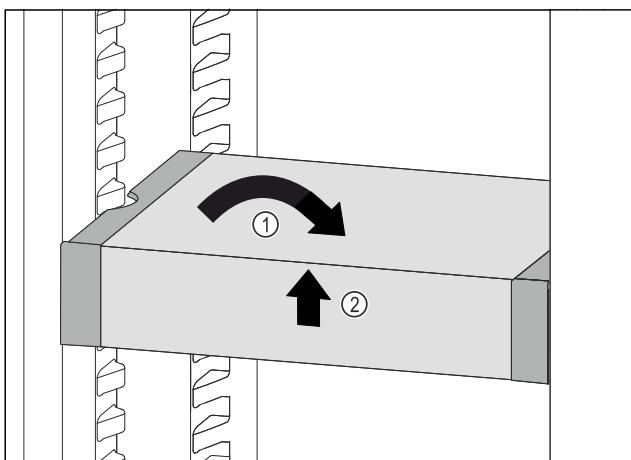

Fig. 85
- Установите VarioSafe прямо. Fig. 85 (1)
- Приподнимите VarioSafe спереди. Fig. 85 (2)